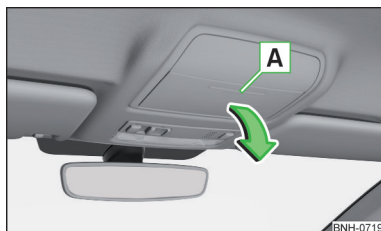

Fig. 85
- Pentru **deschidere**, apăsați pe capacul compartimentului pentru ochelari în zona **A**. Compartimentul se rabatează în sensul săgeții » fig. 85.